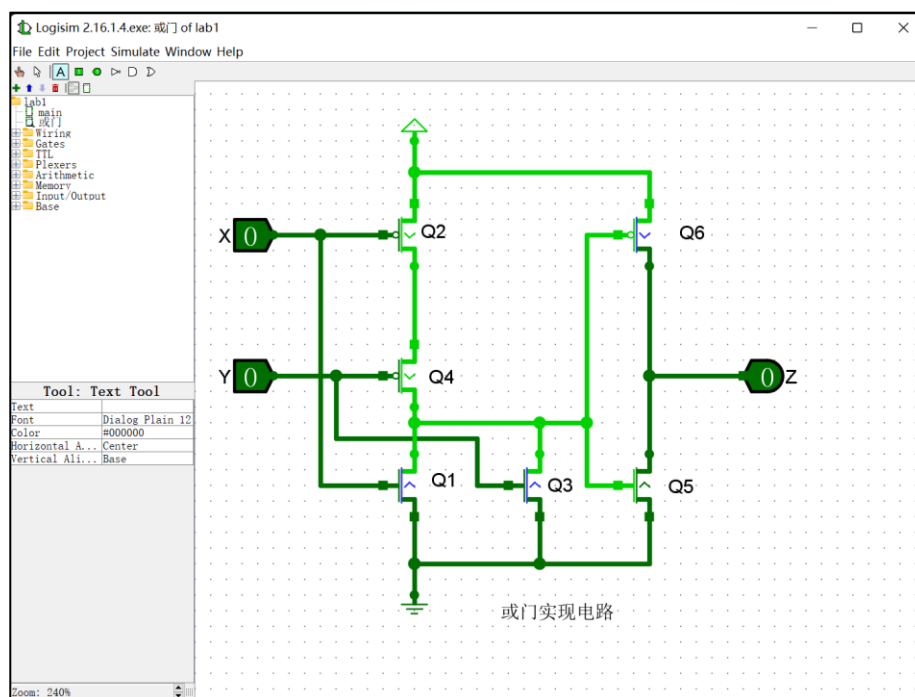

图 1.10 实现或门时在电路图中增加标识符
4) 添加标识符。如图 1.10 所示，标注输入、输出引脚及晶体管标识符，添加电路功能描述。